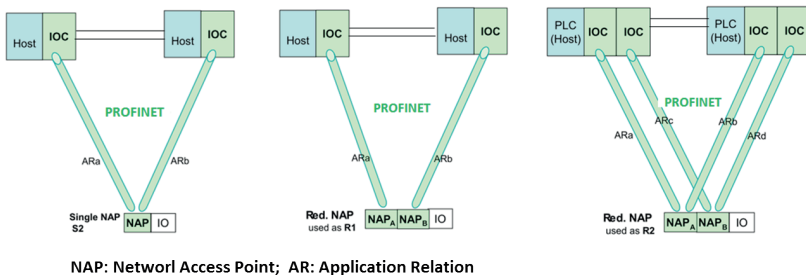

Abb. 13: Systemredundanz
Bei der Systemredundanz baut ein PROFINET-Gerät mehr als eine Kommunikationsbeziehung zu einem redundanten Controller auf. Dabei unterscheidet man zwischen verschiedenen Ausprägungen der Systemredundanz. S2 Systemredundanz (Abbildung 13) beschreibt ein kompaktes PROFINET-Gerät, wie beispielsweise ein Feldgerät, welches ohne Verwendung zusätzlicher Hardware an einem hochverfügbaren System betrieben werden kann. Unter R1 und R2 Systemredundanz (Abbildung 13, Mitte und rechts) versteht man die redundante Ausführung der Kommunikationsschnittstelle eines modularen PROFINET-Gerätes, wie man sie beispielsweise bei einer Remote I/O findet. Dabei erreicht die R2 Systemredundanz durch ihre 4 Wege zwischen Controller und Gerät die maximale Verfügbarkeit der Anlage. Die Unterstützung der Systemredundanz ist für PROFINET-Geräte der Prozessautomation in CC-B (PA) verpflichtend. Siehe hierzu das PI Dokument „PROFINET System Redundancy“ [7.122 e].